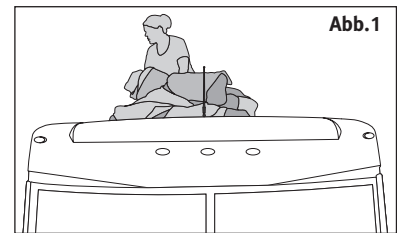
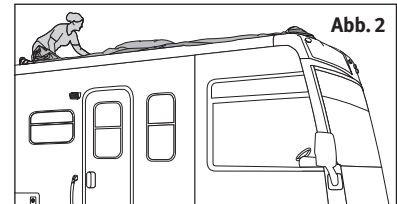

Abb. 1
Abb. 2
2. Salire sul tetto con la debita cautela ed estrarre la copertura dalla borsa (fig. 1). Collocare la copertura arrotolata sul davanti, al centro del camper e srotolarla lungo la mezzeria, in direzione della coda del mezzo (fig. 2).
2. Klettern Sie vorsichtig auf das Dach und nehmen Sie Ihre Abdeckung aus dem Einlagerungsbeutel heraus (Abb. 1). Platzieren Sie die aufgerollte Abdeckung vorne in der
Mitte auf dem Dach und entrollen Sie sie entlang der Mitte des Wohnwagens bzw. Wohnmobils nach hinten (Abb. 2).